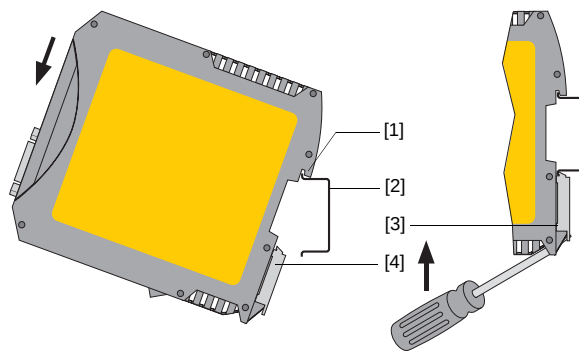

Abb. 2: Montage und Demontage des Geräts
2. Stecken Sie den Schraubendreher in den Arretierhebel am Gerät (siehe Abbildung 2, [3]).